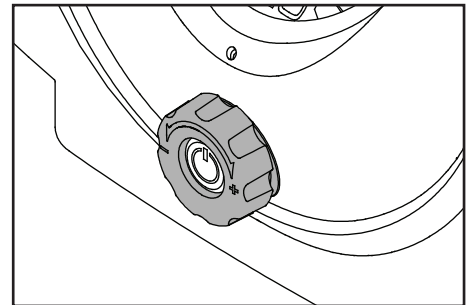

Figura 5 - Perilla de selección de presión
4. Gire el dial de selección de presión hasta que el campo de la presión marque "LO" (bajo; esta configuración está justo por debajo del valor de 1,39 bar [20 psi]). Vea la Figura 5.
4. Gire la perilla reguladora hasta alcanzar la presión deseada (vea la Figura 5).